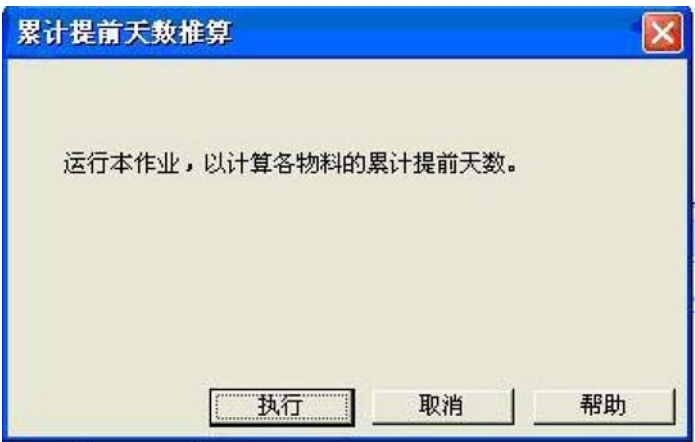

图 2-9 累计提前天数推算窗口
1. 进入用友 ERP-U8 企业应用平台,业务/生产制造/需求规划/MRP 计划前稽核作业/累计提前天数推算,弹出累计提前天数推算窗口(如图 2-9 所示)。